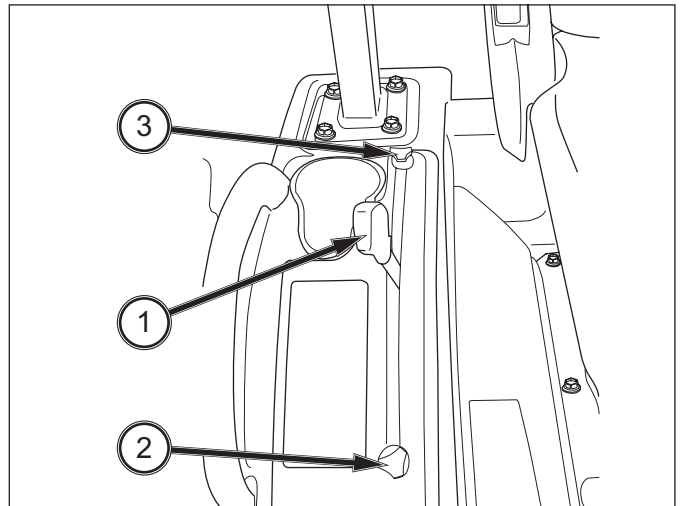

ABB. 94
ABB. 94: Einige Anbaugeräte müssen zur Seite hin etwas Spiel haben. Die Spannkette (1) an den Unterlenkern muss gleichmäßig eingestellt sein, um so das seitliche Spiel auf das gewünschte Maß zu reduzieren. Das seitliche Spiel jedoch nicht vollständig herausnehmen, da die Kette oder der Unterlenker sonst beschädigt werden könnte.